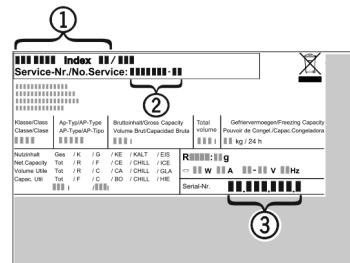

Fig. 13
- Očitajte naziv uređaja Fig. 13 (1), servisni broj Fig. 13 (2) i serijski broj Fig. 13 (3) s tipske pločice. Tipska pločica nalazi se na lijevoj unutarnoj strani uređaja.
- Obavijestite službu za kupce i javite im kvar, naziv uređaja Fig. 13 (1), servisni broj Fig. 13 (2) i serijski broj Fig. 13 (3).